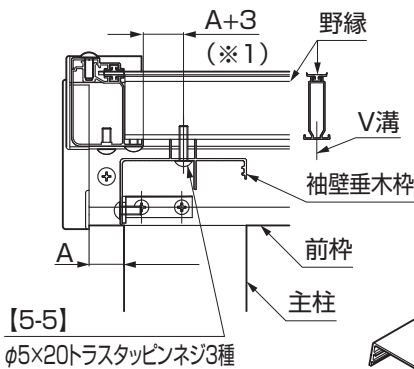

図3-3
- 野縁の下孔加工位置（※1）は、主柱の位置により変動します。前柵の形材端部から主柱外面までの寸法Aを計測して、取付位置を確認してください。（図3-3参照）